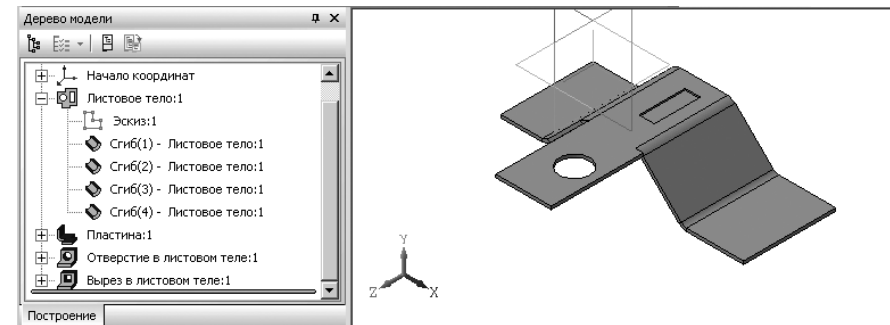

Рис. 7.61. Созданный вырез на выделенной грани листового тела в увеличенном виде
- щелкните на **Специальной панели управления** по кнопке **Создать объект**. Появится искомый вырез в листовой детали на выделенной грани с заданными параметрами, а в окне **Дерево модели** – его пиктограмма. Это состояние системы показано на рис. 7.61.